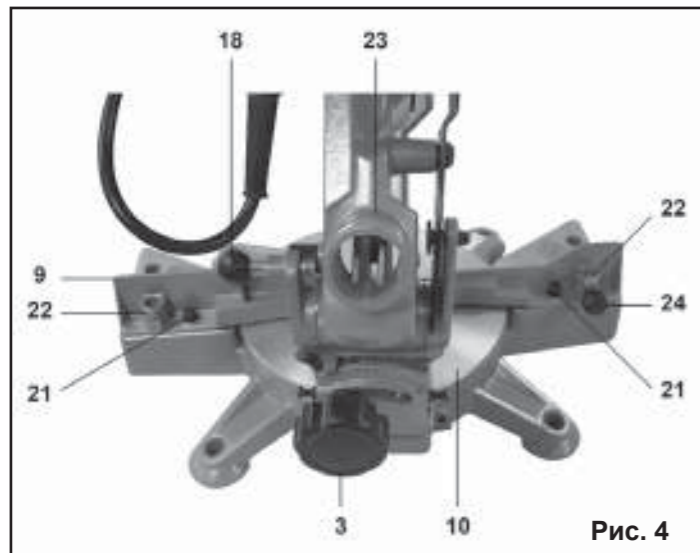

Рис. 4
**9.1. Приведение пилы в верхнее положение, Рис. 4,5**
### 9.3. Транспортное положение пилы, Рис. 4, 5